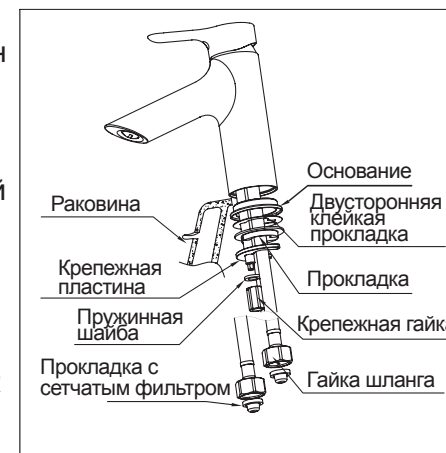

Рис. 1 (Корпус смесителя)
- (1) В соответствии с рис. 1 снимите крепежную гайку, пружинную шайбу, крепежную пластину с нижней части корпуса.